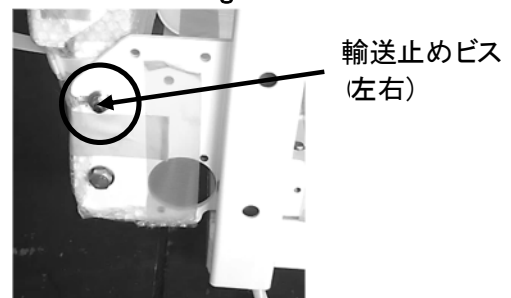

Figure 4-7
- 2) 左右の輸送止めビスを緩めてください。(Figure 4-7)